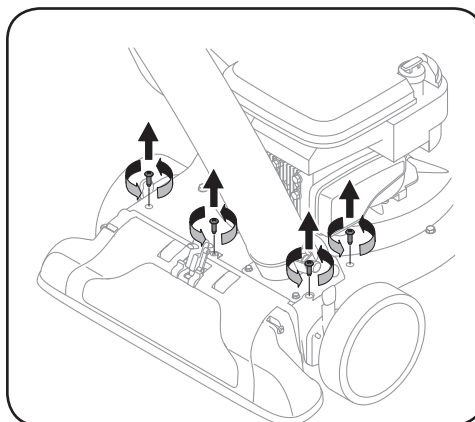

Figure 4-9
- Enlevez les quatre vis qui retiennent le couvercle de la buse au boîtier supérieur. Voir Figure 4-9.